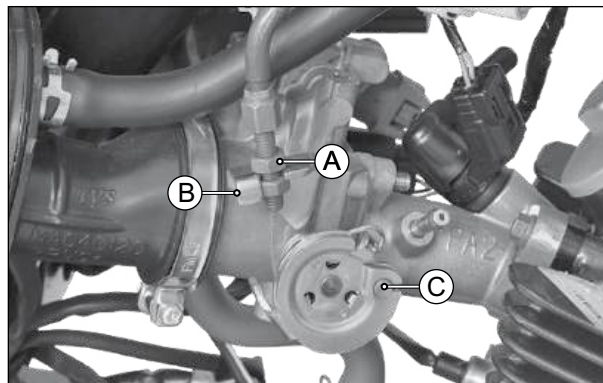

Fig. 6.109
- Solte totalmente a contraporca do cabo do acelerador (A) e remova o cabo do acelerador do suporte de fixação (B). (Fig. 6.109)
- Desconecte o cabo do acelerador do corpo do acelerador (C). (Fig. 6.109)